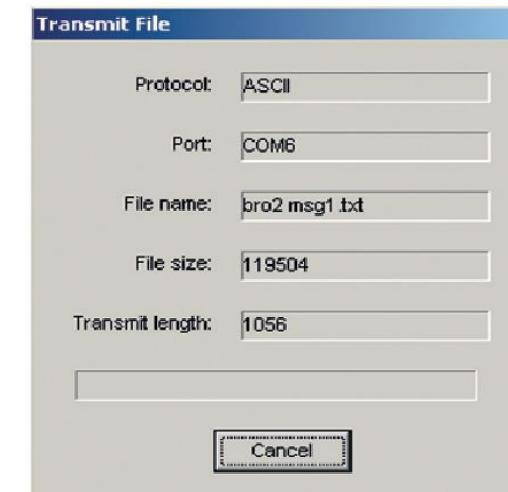

Рис. 9. Запись файла.
11. В появившемся окне выберите интересующий файл сообщения и нажмите кнопку «`открыть`». После этого появится окно процесса записи сообщения. По завершении операции в диалоговом окне появится сообщение «`Download complete`» (рис. 9 и 10).